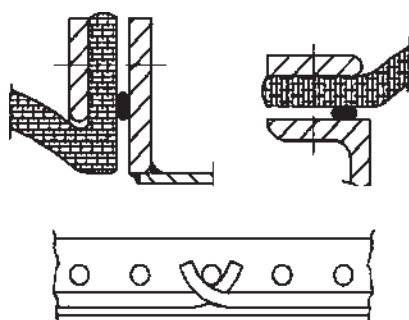

Bild 4 / Picture 4
- Ein Dichtungsband aus PTFE, Glasschnur oder Silikonring soll man als ununterbrochenes Band gleich unter dem Lochkreis des Kanalfansches anwenden (Bild 4). PTFE- und Glasschnur darf man sofort nach der Anlegung belasten, bei einem Ring aus Silikon-Kleber ist notwendig, diesen ca. 10 Minuten trocknen zu lassen und erst dann mit den Flanschen zu verschrauben.